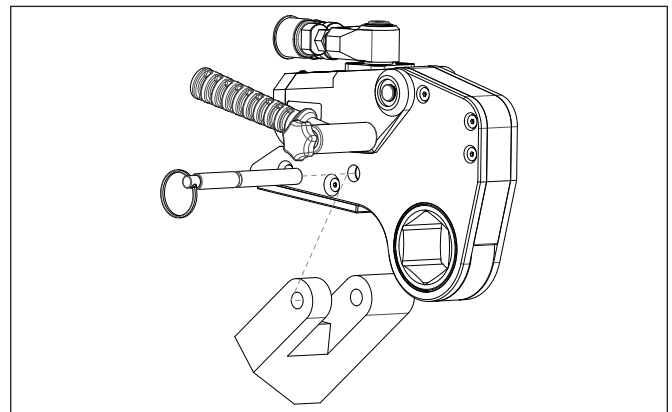

Рисунок 6: Установка упорной лапы
3.2.3 Использование удлиненного упорного рычага/упорной лапы привода HMT с кассетой HLP. (рис. 6 и 7)